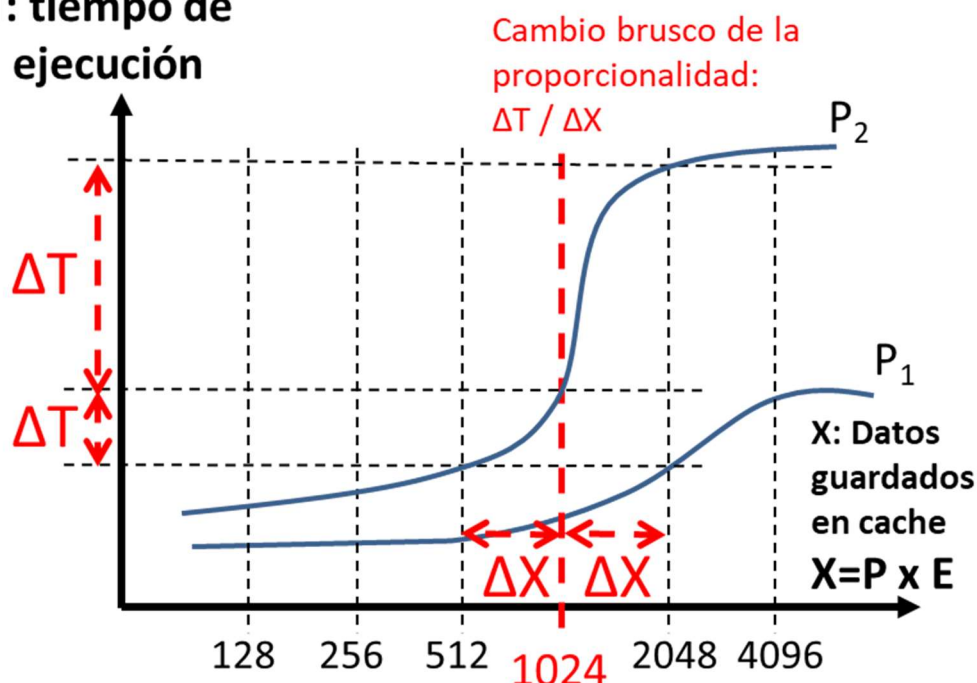

Figura 5. Gráfica donde se representa la relación entre el tiempo de ejecución del programa y el número de elementos almacenados en la cache (X) del vector v.
- Rellenar la Tabla 3 con los datos obtenidos en el punto anterior y dibujar una gráfica (ver Figura 5). Para rellenar la Tabla 3 seguir el siguiente procedimiento: